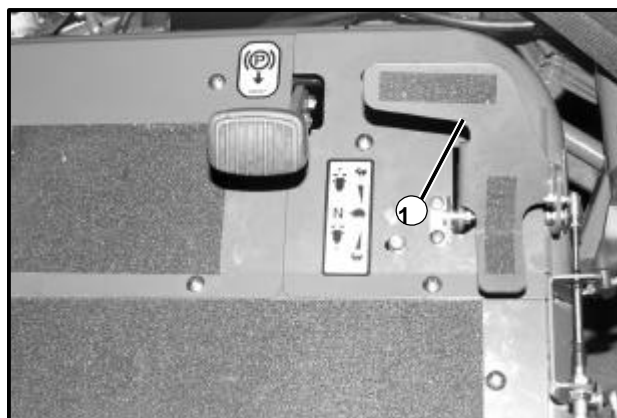

Figuur 17
- De afmetingen in figuur 17 zijn in de fabriek ingesteld en het bijstellen van de vlakstelstang behoort niet nodig te zijn. Na enige tijd kan het nodig zijn om de stangen enigszins bij te stellen. Is dit het geval, dan moet dan moet dit slechts door middel van de afstelconnector (zie fig. 17) worden gedaan.